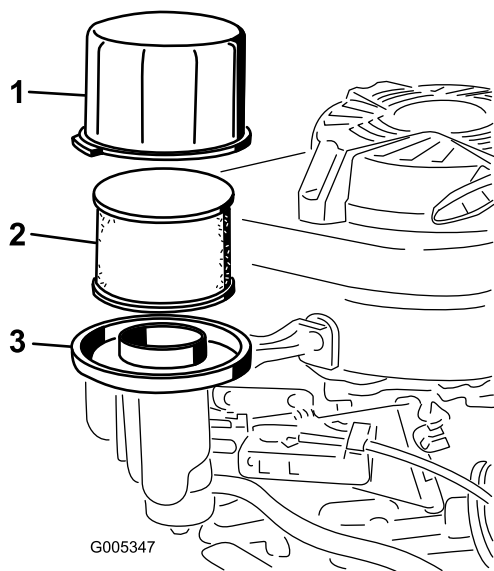

Figura 21
3. Togliete il coperchio e pulitelo accuratamente (Figura 21).
4. Rimuovete il prefiltro in schiuma sintetica e il filtro aria di carta dalla base del filtro dell'aria (Figura 21).